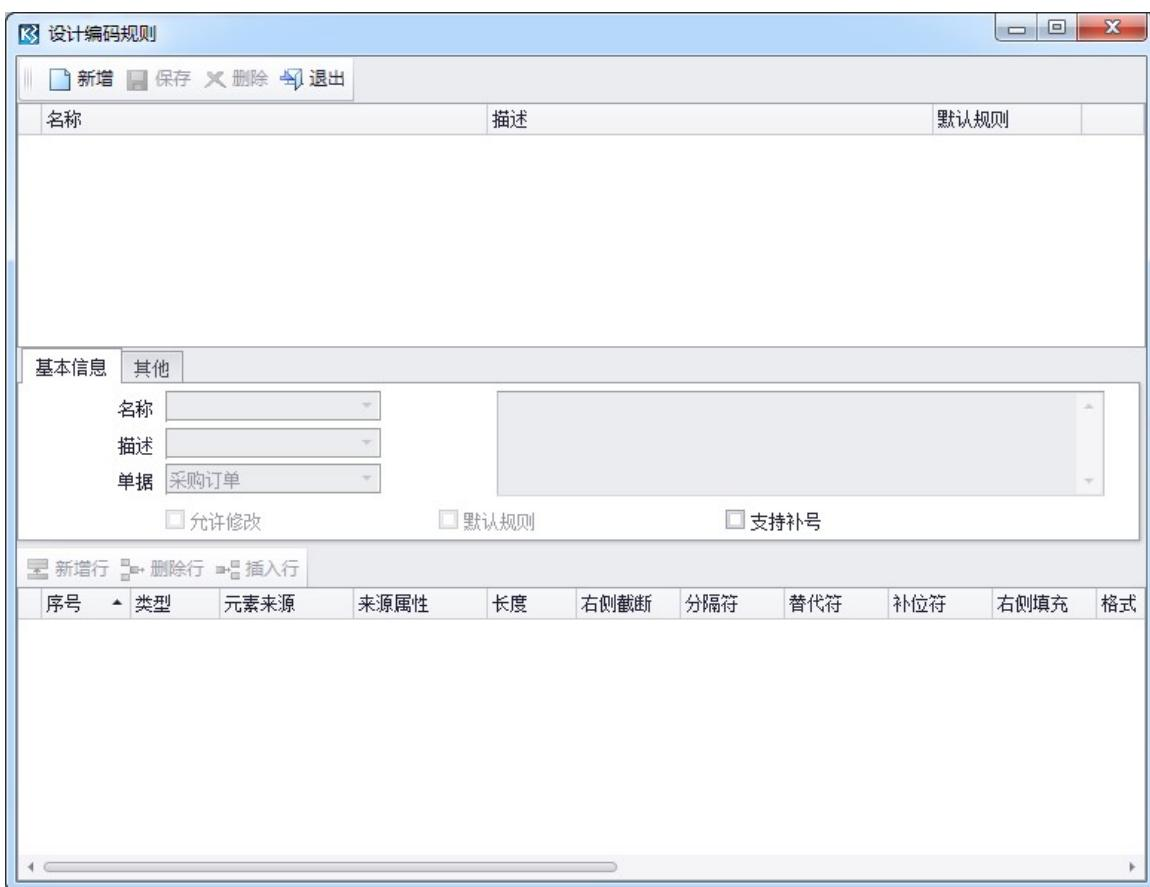

图 5-6-1（1）设计编码规则界面
1、单击单据的编码规则属性弹出编码规则设置界面，如图 5-6-1（1）所示；